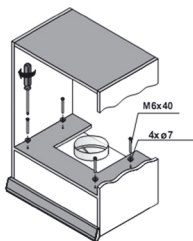

Рис. 3
3. С помощью винтов М6х40 с шайбами из монтажного комплекта и отвертки прикрепите вытяжку к шкафу (Рис. 3).